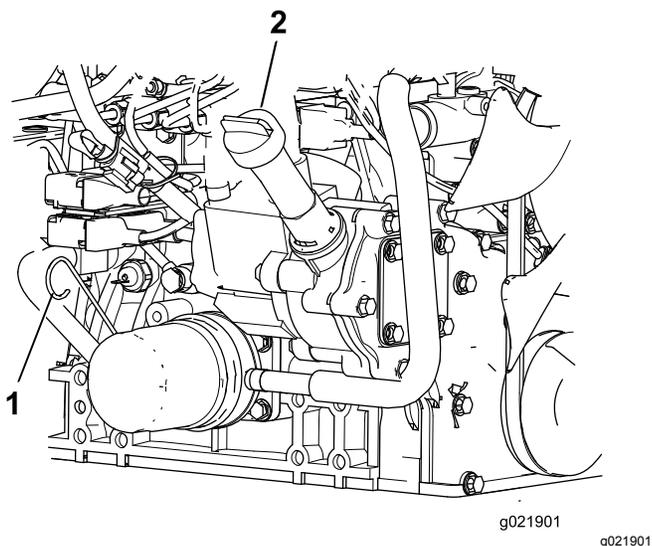

Figura 82
- Togliete l'asta di livello, pulitela strofinandola, rimettetela nel tubo ed estraetela di nuovo. Il livello dell'olio deve essere tra la tacca PIENO e quella AGGIUNTA (Figura 82).
4. Se il livello dell'olio è basso, rimuovete il tappo di riempimento e aggiungete olio fino a quando il livello non è compreso tra la tacca di PIENO e quella di AGGIUNTA (Figura 82).